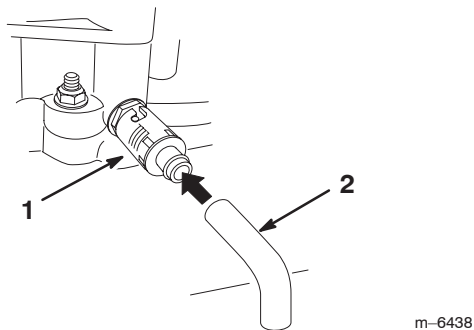

Figure 19
6. Placez un bac sous le flexible de vidange. Tournez le robinet de vidange d'huile pour permettre à l'huile de s'écouler (Fig. 19).
8. Retirez le flexible de vidange (Fig. 19).